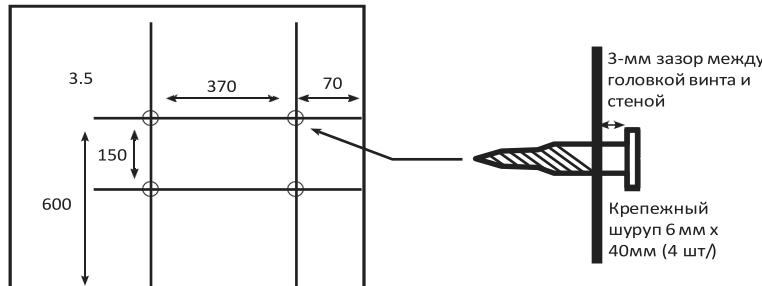

Рис. 3.6.2. Схема крепежных отверстий.
- Крепежные винты заворачиваются не плотно: между головкой винта и стеной должен оставаться тепловой зазор размером 3 мм (см. Рис. 3.6.2).